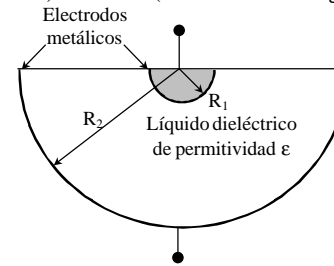

Figura 1: Disposición original del sensor
4.- Disponemos de un sensor de la cantidad de etanol en un líquido, formado por dos electrodos metálicos semiesféricos de radios  $R_1$  y  $R_2$ , concéntricos entre sí (ver parte izda de Figura 1). Entre ambos electrodos se aloja el líquido dieléctrico. La cantidad de etanol se mide aprovechando que la permeabilidad del dieléctrico cambia con el porcentaje de etanol en la mezcla con la siguiente relación: